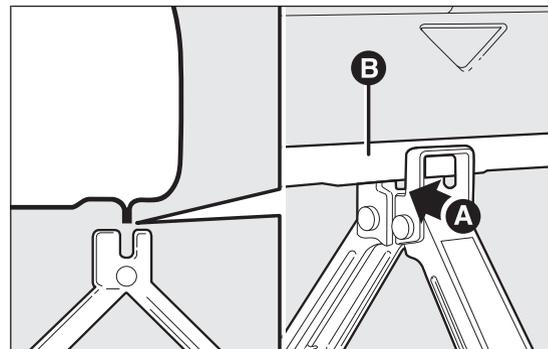

fig. 123
- ❑ accionar el gato con el mando para extenderlo hasta que la ranura A fig. 123 del gato se introduzca correctamente en el perfil inferior B situado en el larguero;